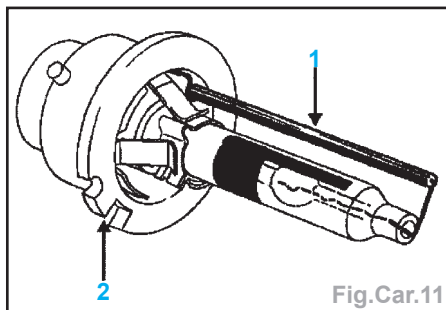

Fig.Car.11
Important : La lampe ne doit subir aucun choc car le conducteur externe (1) est très fragile et ne doit pas être déformé (Fig.Car.11).